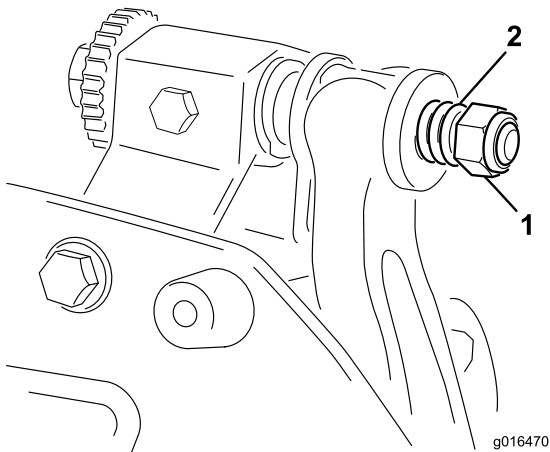

Figura 22
- 6. Serrate il dado di tensione della molla finché la molla non si schiaccia, quindi allentate di 1/2 giro (Figura 22).